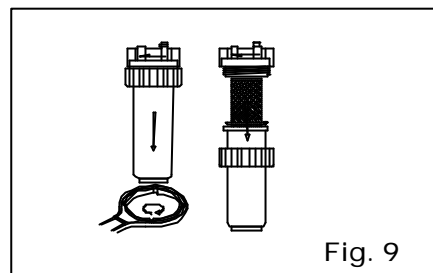

Fig. 9
83. CAMBIO DE CARTUCHOS DE FILTRO (Fig. 9).